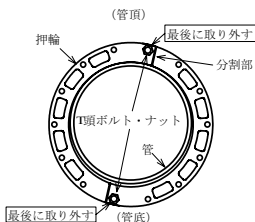

図 54 押輪の取り外し方法（呼び径 500、600）
(1) ボルトの取り外し
- ① 呼び径 500、600 は、2 分割の押輪を両側から手で支えながらボルト・ナットを取り外す。この時、押輪分割部直近のボルト・ナットは最後に取り外す（図 54 参照）。